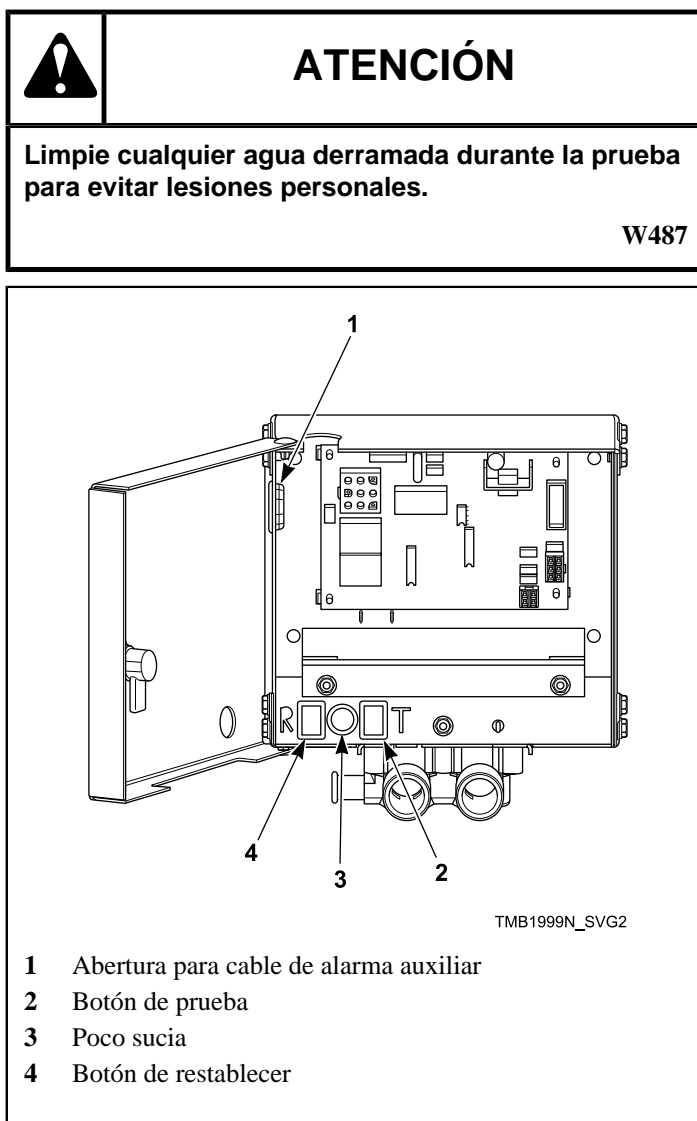
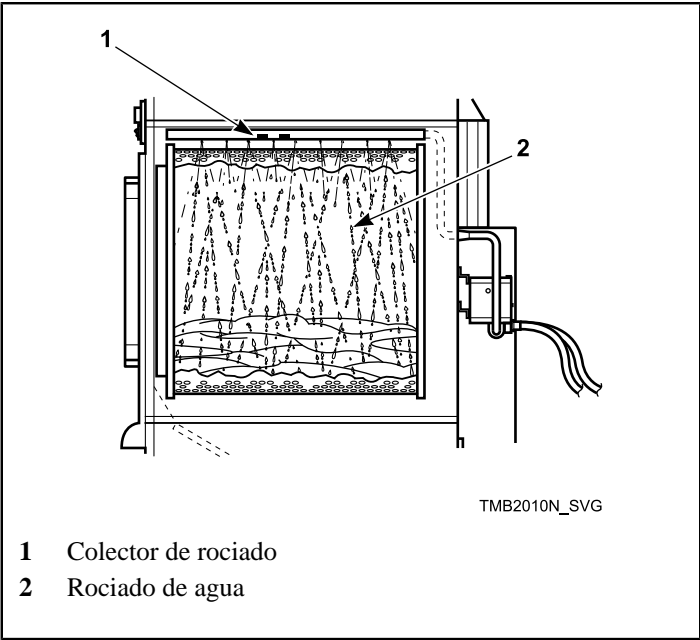

Figura 47
Figura 48
6. Pulse y mantenga presionado el botón de prueba, verifique que la luz esté encendida, esto debe tomar aproximadamente cinco segundos. Consulte la *Figura 47*. Después de una
7. Después de 15 segundos de rociado de agua, pulse y mantenga presionado el botón reinicio (reset) hasta que se apague el rociado de agua y la luz se apague. Esto debe tomar aproximadamente un segundo. Consulte la *Figura 47* y la *Figura 48* .